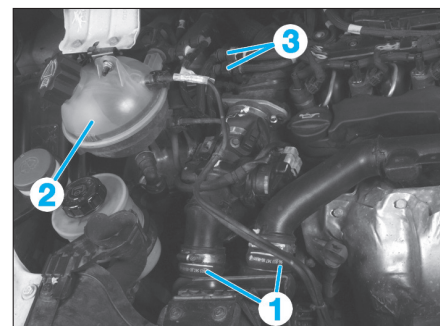

Fig. 5
- les raccords d'air (1) (Fig.5).
- Déposer et déplacer le bocal de liquide de refroidissement (2) sans débrancher les différents durits.
- Désaccoupler, écarter puis obturer les tuyaux d'alimentation et de retour en carburant (3).